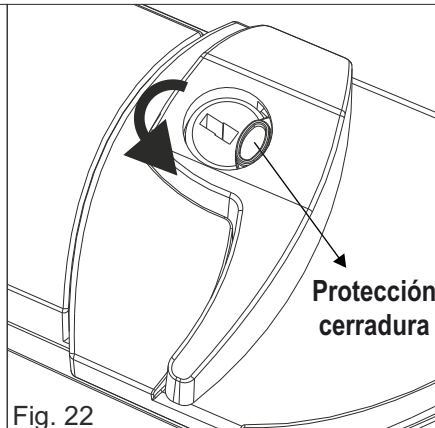

Fig. 22
- 1) Rotar la protección de la cerradura en sentido antihorario (Fig. 22)